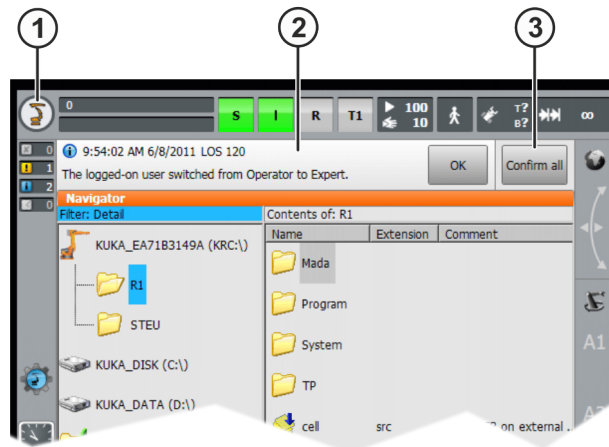

Fig. 5-3: Finestra dei messaggi
6. Nella finestra dei messaggi confermare tutti i messaggi che possono essere confermati con il pulsante **Tutti OK**. (>>> Fig. 5-3)